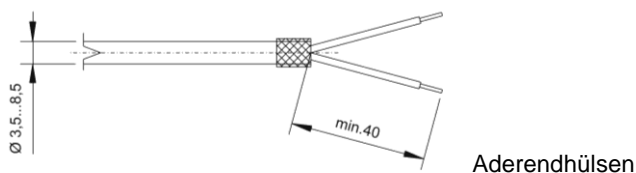

Abb. 12
- Achten Sie auf die korrekte Klemmbelegung (siehe Abb. 12).